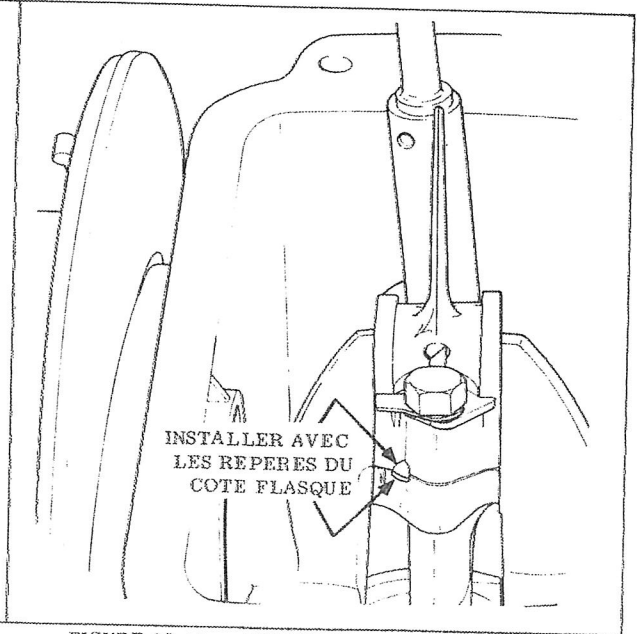

FIGURE 12.11 -- COINCIDENCE DES REPERES SUR
- Il est important que les repères sur la bielle et le chapeau de bielle coïncident et soient du côté volant du moteur. (voir figure 12.11). Mettre le maneton en place pour pouvoir installer le chapeau de bielle.